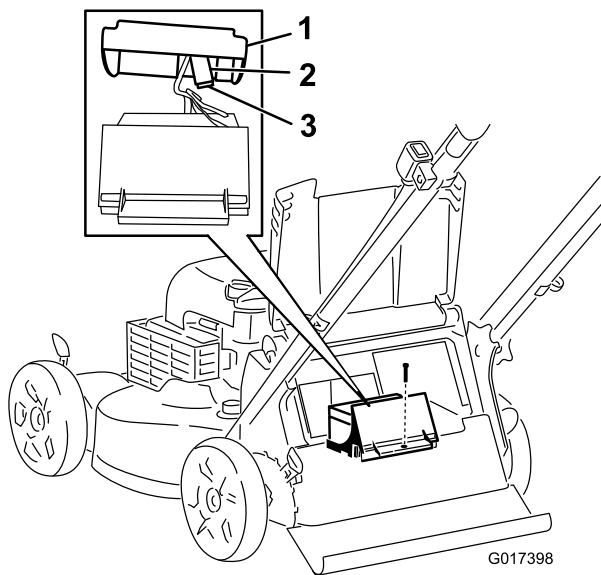

Bild 26
3. Entfernen Sie die Schraube, mit der das Batteriefach befestigt ist, ziehen Sie die Batterie heraus und finden Sie die Sicherung (Bild 26).
- 4. Wechseln Sie die Sicherung im Sicherungshalter aus (Bild 26).